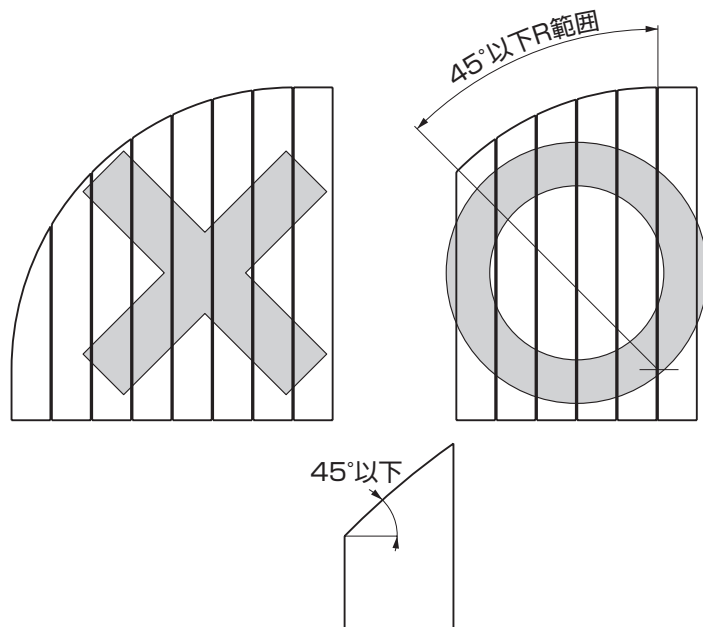

図11-1
- ※床板の切断は45°以下にしてください。(図11-1参照)
(2) くり貫き納まりの床板取付上の注意